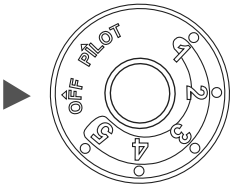
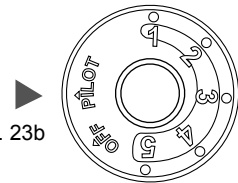

Fig. 22b
Fig. 23b
- 3. Gire la perilla de control en dirección a las manecillas del reloj ↷ hacia la posición "OFF" (APAGADO). (Consulte la Fig. 22b)
- 4. Espere (5) minutos para que se despeje el gas. Luego verifique si hay olor a gas, incluso cerca del piso. Si percibe olor a gas, ¡DETÉNGASE! Siga la sección "B" de la información de seguridad anterior. Si no hay olor a gas, proceda con el próximo paso.
- 5. Gire la perilla de control en dirección contraria a las manecillas del reloj ↶ hacia la posición del piloto. (Consulte la Fig. 23b) Presione la perilla de control.